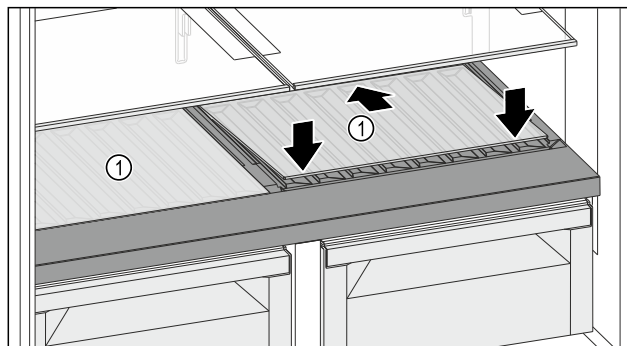

Fig. 115
- Posizionare il ripiano di vetro Fig. 115 (1) inclinato indietro e verso il basso.
- Abbassare la parte anteriore del ripiano di vetro Fig. 115 (1).